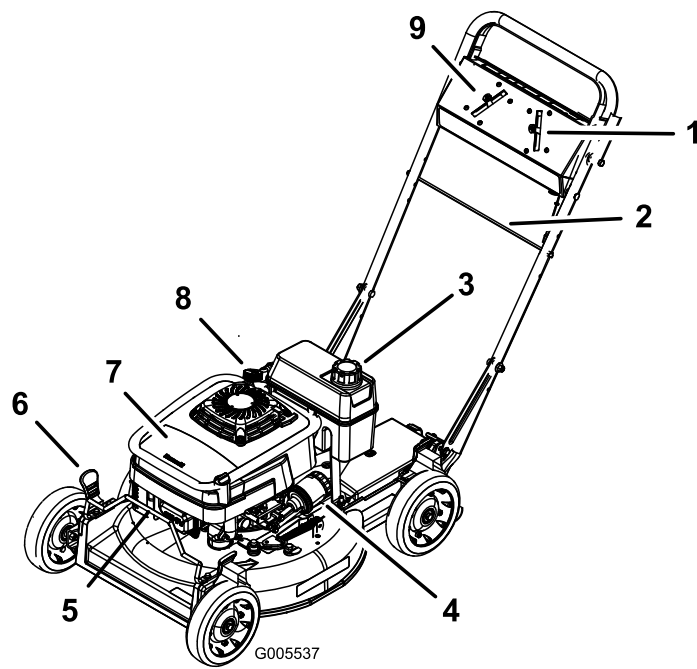

Figura 8
4. Mueva el control de velocidad sobre el terreno a la posición de Punto muerto (N) (Figura 8).